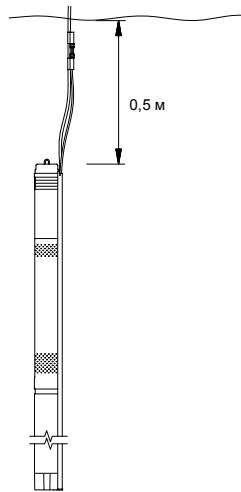

Рис. 9. Установка в вертикальном положении
- **для монтажа в вертикальном положении:** минимальное расстояние 0,5 м от насоса до динамического уровня воды (см. рис. 9);